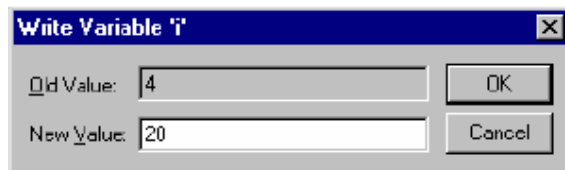

图 4-34 变量赋值对话框
- 输入值或强制值：为修改变量值，可用鼠标双击变量声明所在行，或按<Enter>键，弹出变量赋值对话框，如图 4-34 所示。可在其中输入变量的新值，布尔变量的新值只能用红色的 TRUE 或 FALSE 显示，不使用对话框输入。